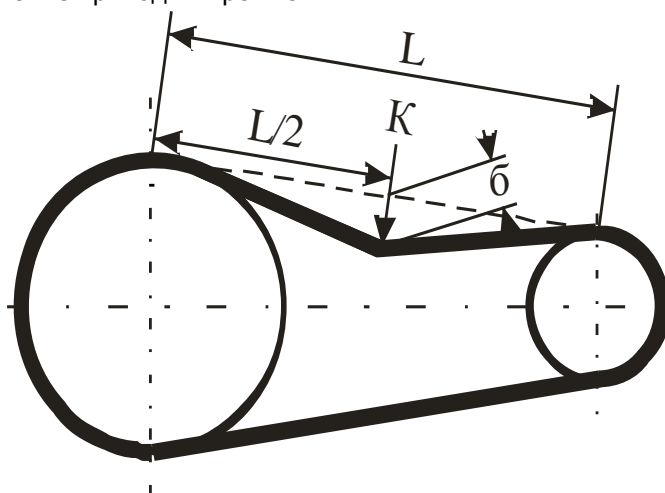

Рисунок 25 – Контроль натяжения приводных ремней
- определять прогиб ремня под действием известной силы. При усилии $K=15\text{ Н}$ (рис. 25) прогиб **каждого** нового ремня «б» не должен превышать 3,6 мм. После первых 30 минут работы ремни надо подтянуть и повторить операцию через 2 часа работы. После усадки прогиб ремня величиной 3,6 мм должен происходить при силе прогиба 10 Н.